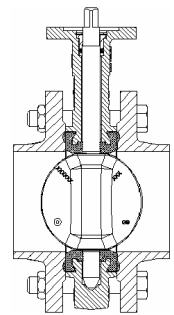

рис. 3
7. Снова откройте заслонку (рис. 3) и затяните гайки (*необходимо затягивать постепенно и последовательно противоположные гайки так, чтобы равномерно сжать футеровку*) до контакта корпуса заслонки и фланцев (контакт металл/метал).